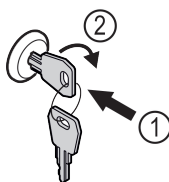

Fig. 57
- ▶ Vstavite ključ Fig. 57 (1).
- ▶ Ključ obrnite v smeri urnih kazalcev za 90° Fig. 57 (2).